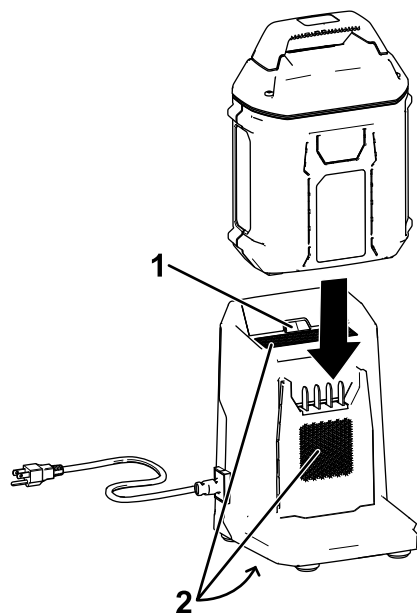

Figure 3
4. Glissez la batterie dans le chargeur jusqu'à ce qu'elle soit complètement enclenchée (Figure 3).